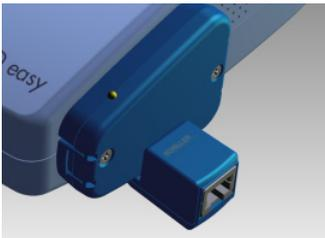
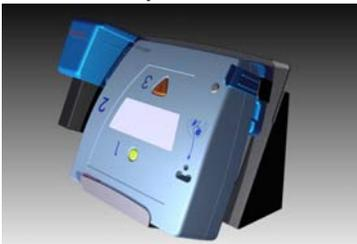

Fig. 2.8 FRED easy® Ethernet avec adaptateur Ethernet
Fig. 2.9 FRED easy® Online avec Support Mural
- (2) Le voyant de contrôle jaune est allumé aussi longtemps que le connecteur des électrodes n'est pas inséré dans l'appareil et les électrodes ne sont pas appliquées sur la poitrine du patient.
- (3) **Raccord** pour les électrodes auto-adhésives.
- (4) **Touche verte**  pour mettre en marche et arrêter l'appareil. En mode semi-automatique, elle permet de démarrer l'analyse.
- (5) Pile/batterie
- (6) Haut parleur
- (7) **Boîtier Ethernet**, permet de connecter l'**adaptateur Ethernet** (version Ethernet voir Fig. 2.8) et de connecter l'appareil au **support mural** (version Online voir Fig. 2.9)
- (8) **Touche orange**  pour déclencher le choc de défibrillation (mode semi-automatique uniquement).